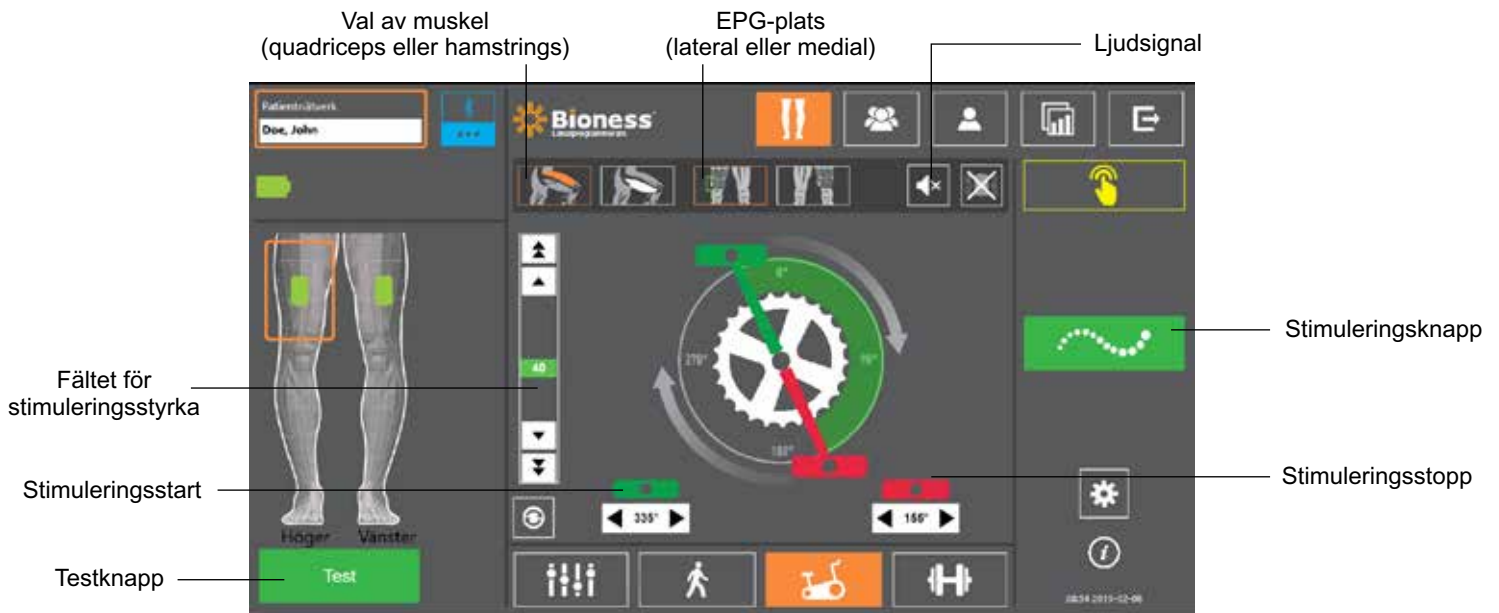

Bild 9-8: Programmera stimulering, skärmen med cykelträningstillägg
5. Tryck på ikonen för cykelträningsskärmen . Se bild 9-8.
6. Välj tillämplig muskelgrupp (quadriceps eller hamstrings) för manschetten Thigh Stand-Alone genom att trycka på tillämplig muskelvals-knapp . Valet markeras i orange. Se bild 9-8.
7. Välj EPG-enhetens fysiska placering (lateral eller medial) för manschetten Thigh Stand-Alone genom att trycka på EPG-platsikonen . Valet omges av en grön ruta. Se bild 9-8.
8. För nya patienter ska du säkerställa att stimuleringsstyrkan är inställd på 0 med pilarna på fältet för stimuleringsstyrka. Se bild 9-8.
9. Tryck på testknappen för att spara inställningen och aktivera stimulering. Öka successivt stimuleringsstyrkan till önskad nivå med hjälp av pilarna i fältet för stimuleringsstyrka. Se bild 9-8.
15. Finjustera stimuleringsstyrkan när patienten cyklar. Se bild 9-8.
Obs! Aktivering av ljudsignalsindikatorn kan hjälpa till att optimera inställningarna för start och stopp av stimulering. Se bild 9-8. Palpering av muskeln kan hjälpa till att avgöra när muskelsammandragning inträffar.